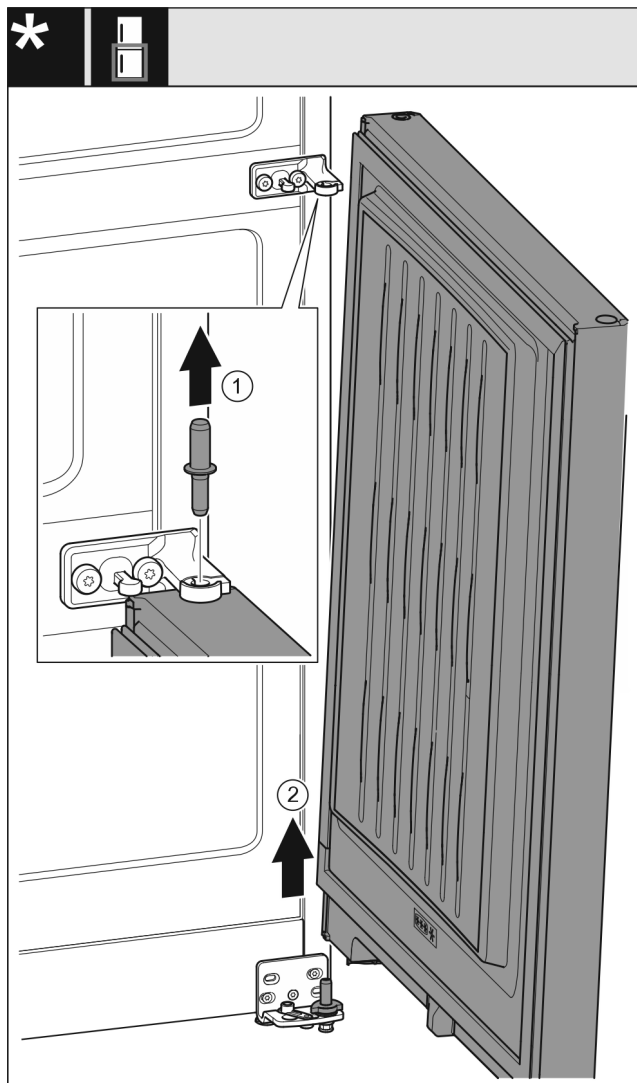

Fig. 9
- ▶ Извлеките палец Fig. 9 (1) движением вверх.
- ▶ Отведите дверь Fig. 9 (2) в сторону, потяните вверх и отставьте ее.